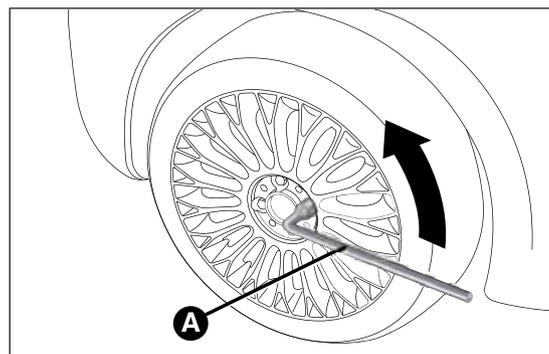

fig. 117
- prendere la chiave A fig. 117 ed allentare di circa un giro i bulloni di fissaggio. Per le versioni dotate di cerchi in lega scuotere la vettura per facilitare il distacco del cerchio dal mozzo della ruota;
- prendere la chiave A fig. 117 ed avvitare a fondo i bulloni di fissaggio;